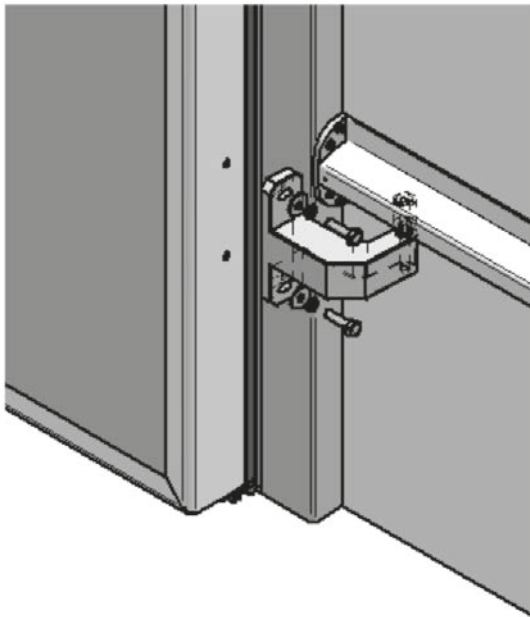

Fig. 7
- Togliere le due viti M10 che fissano il registro posteriore (Fig. 7), infilare il rullino nella guida inferiore e quindi fissare nuovamente il registro posteriore al battente